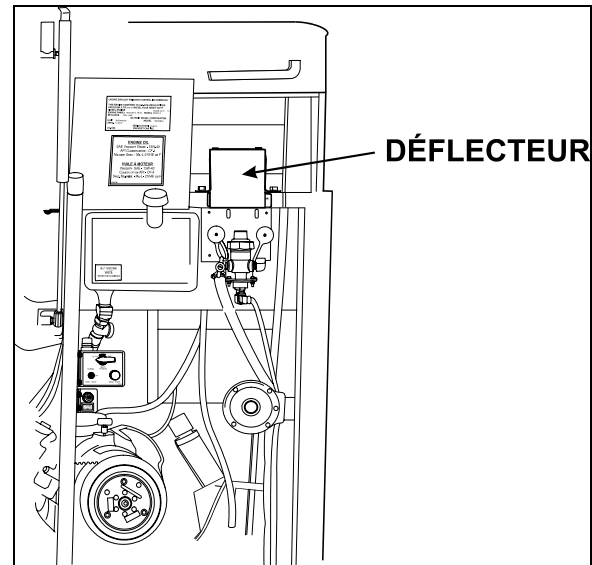

FIGURE 27 : INSTALLATION DU DÉFLECTEUR
4. Retirer les deux boulons de fixation supérieurs et les deux écrous du support de ventilateur, installer et fixer le déflecteur à l'aide des boulons et des écrous (se référer à la figure 27).